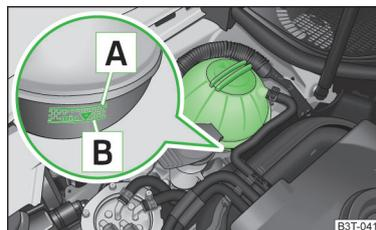

Abb. 165
Zum Nachfüllen nur das Frostschutzmittel verwenden, dessen Bezeichnung auf dem Kühlmittelausgleichsbehälter aufgeführt ist » Abb. 165 auf Seite 222.
- Das Kühlmittel nicht über die Markierung **A** auffüllen » Abb. 165 auf Seite 222.
- Den Kühlmittelstand am Kühlmittelausgleichsbehälter prüfen. » Abb. 165.